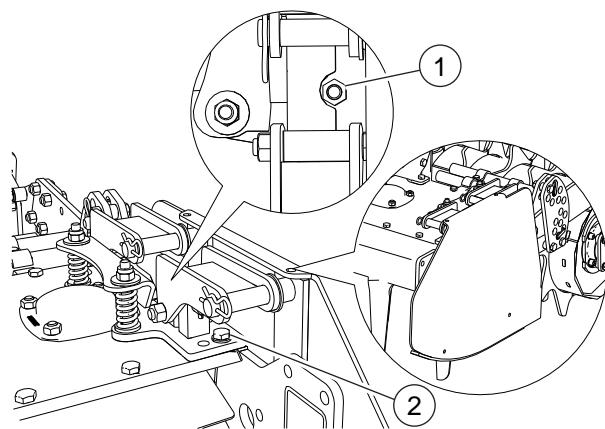

FIG. 18
- Enroscar las tuercas (1, "Fig. 18").
- Enroscar los tornillos (2).